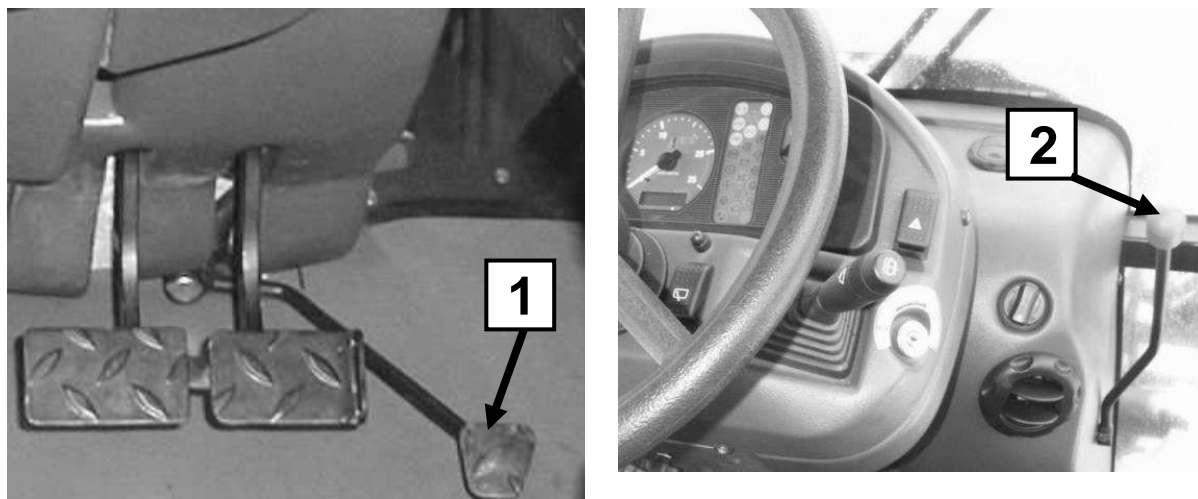

Рисунок 4-16 Управление скоростью вращения двигателя. 1 – педаль управления подачей топлива; 2 – рычаг управления подачей топлива;
- педаль управления подачей топлива (**рис. 4-16, поз. 1**)
- рычаг ручного управления подачей топлива (**рис. 4-16, поз. 2**)